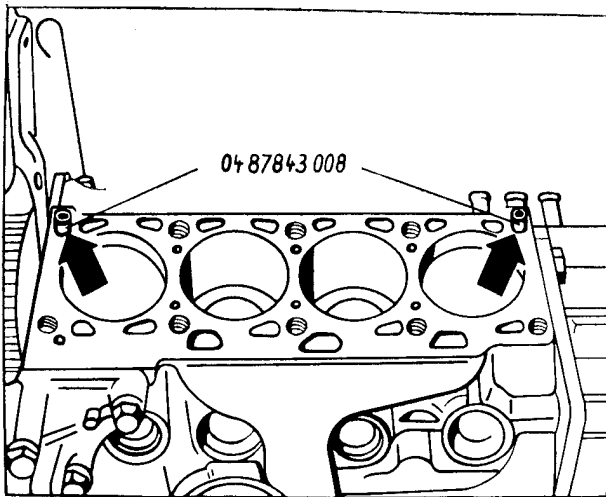

Bild M 23. Führungsbolzen
- ? Zum Zentrieren den Führungsbolzen für den Zylinderkopf 04 87843 008 in die Bohrungen für die Zylinderschrauben (8) und (10) einschrauben (siehe die Pfeile im Bild M 23).